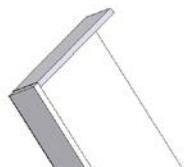

图 7-49 生成“重叠”类型闭合角
3) 在缝隙距离输入栏中更改缝隙距离数值为 0.60mm，单击“确定”按钮，生成“重叠”类型闭合角，如图 7-49 所示。